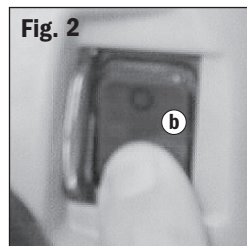

Fig. 2
1. Deve essere spostata prima che la fresatrice possa essere accesa. La protezione rimane aperta fino a quando la fresatrice viene spenta. **Fig. 2**.